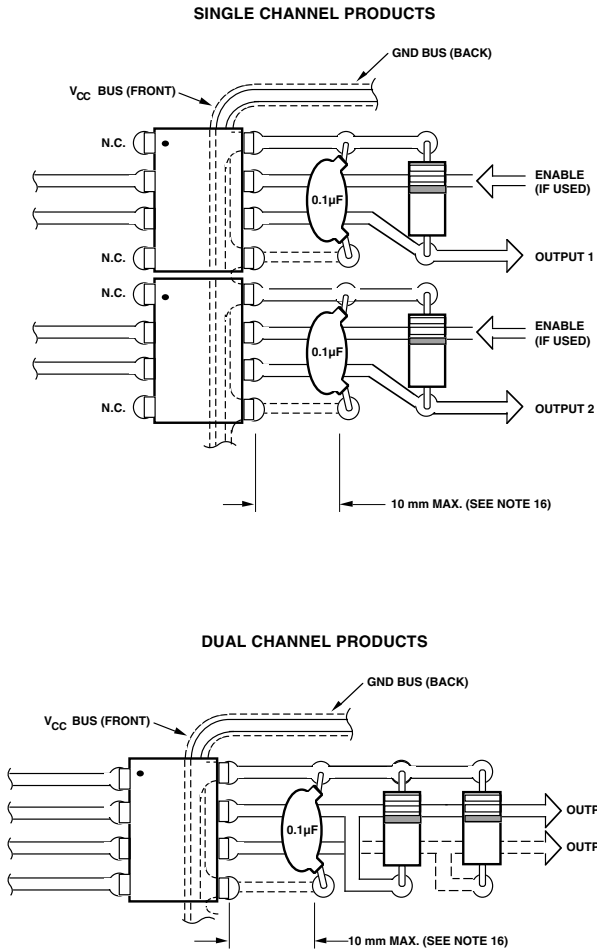

図18．推奨プリント板取り付け図
16. 図 18 に示すように各フォトカプラの電源端子には、バイパスコンデンサとして 0.1 μ F のセラミックコンデンサが必要です。フォトカプラとコンデンサ間のリード距離は 10mm を越えないようにして下さい。
2. 高いCMR_Lを実現するためには、 $I_{FH} > 3.5mA$ で、LEDを点灯します。図21から図23の回路において、 $I_F = 10mA$ で駆動することで、HCPL - 261Nファミリでは、 $8kV/\mu s$ 程度のCMRを、図18のアートワーク例を守れば、実現できます。